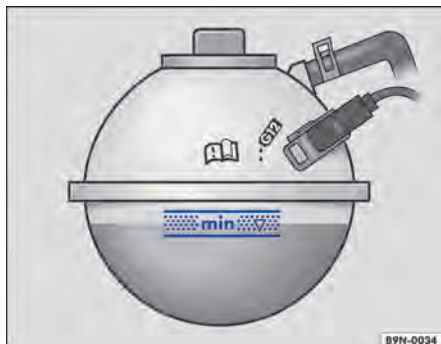

Fig. 203 No compartimento do motor: marcação no reservatório do líquido de arrefecimento do motor.
- Com o motor frio, verificar o nível do líquido de arrefecimento do motor pela marca lateral do reservatório de expansão do líquido de arrefecimento do motor \Rightarrow Fig. 203.
- O nível do líquido de arrefecimento do motor deve permanecer dentro da marcação do reservatório \Rightarrow Fig. 203. **Não completar acima da borda superior da área demarcada** \Rightarrow .
- Abastecer com líquido de arrefecimento do motor somente até a borda superior da faixa marcada ⇒ Fig. 203. Caso contrário, ao aquecer-se, o líquido excedente será expulso do sistema de arrefecimento do motor e poderá ocasionar danos.